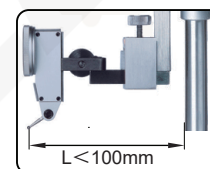

fig.1
---A distância L entre o ponto de contato e a base deve estar dentro de 100 mm (fig.1).